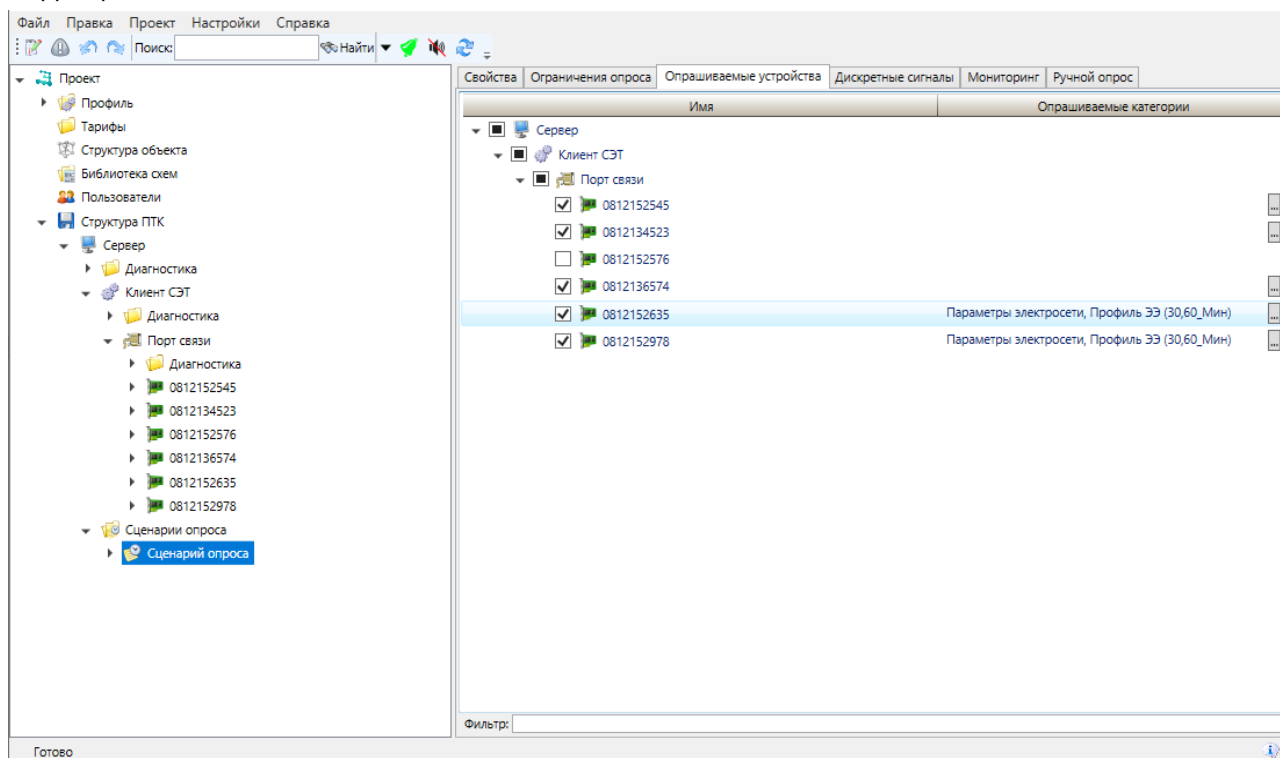

Рисунок 40 – Редактор опрашиваемых устройств сценария опроса
– в разделе «Опрашиваемые устройства» узла «Сценарий опроса» выбрать требуемые устройства и категории сигналов1) (рисунок 40).